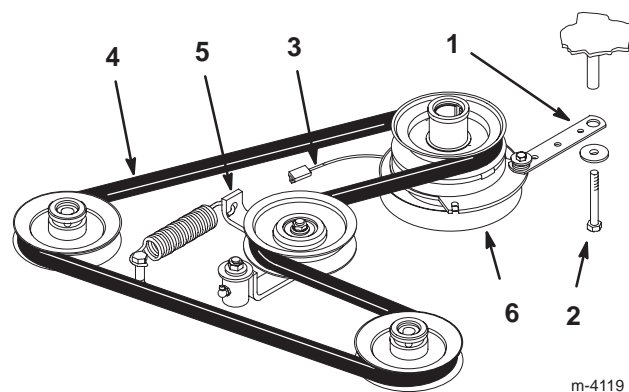

Bild 66
2. Entfernen Sie die Schraube von der Kupplungsbefestigung und ziehen Sie das Elektrokabel der Kupplung ab (Bild 66).
3. Ziehen Sie den federgespannten Spannarms zur Seite. Den Fahrtriebsriemen von den Motor- und Hydraulikpumpenscheiben entfernen (Bild 66).
4. Einen neuen Riemen um die Motor- und Hydraulikpumpenscheiben legen (Bild 66).
5. Ziehen Sie den federgespannten Spannarms zur Seite und richten Sie den Riemen korrekt aus. Geben Sie den Druck auf den federgespannten Spannarms nach (Bild 66).